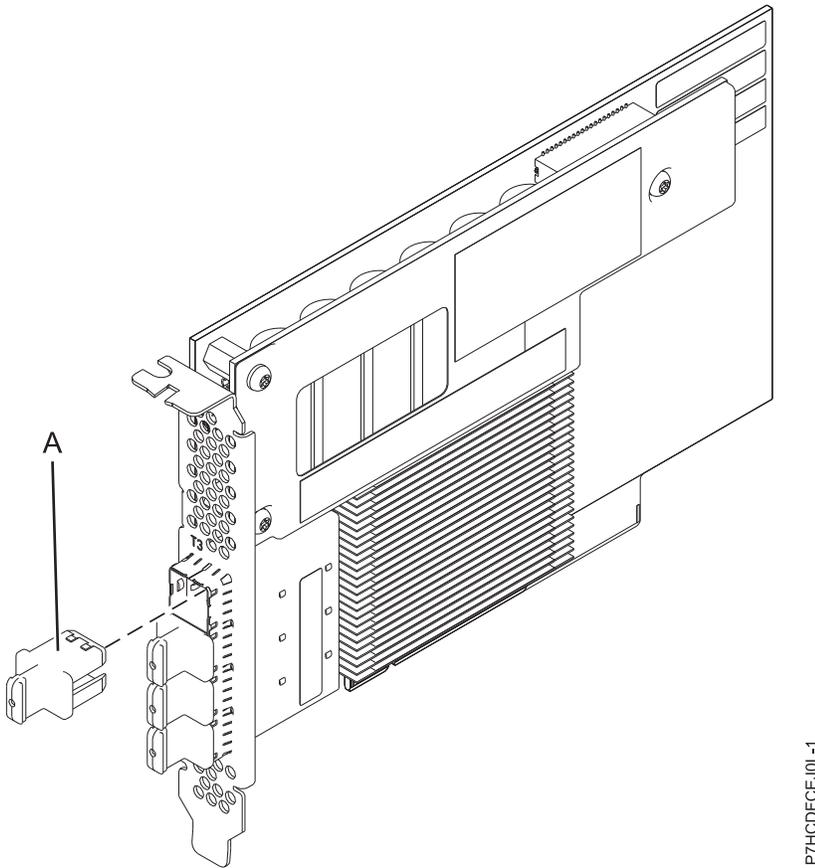

図 26. PCIe3 12 GB キャッシュ RAID SAS 6 Gb アダプター
74 ページの図 26 は、PCIe3 12 GB キャッシュ RAID SAS クワッド・ポート 6 Gb アダプターを示しています。コネクタ・プラグ (A) は、空白ポートに取り付けて、隣接したポート・コネクタのケーブルが差し込まれたり取り外されたりした場合のそのポートの損傷を防ぎます。
FC EJOL は、シングル幅、フルハイトの short アダプターです。図 26 は、FC EJOL アダプターを示しています。すべての FC EJOL は、SAS RAID アダプターとペアになっているこのサーバーまたは別のサーバー上に、別の FC EJOL を必要とし、キャッシュ機能およびその他のマルチニシエーター高可用性 (デュアル・ストレージ IOA) 機能を使用できるようにします。